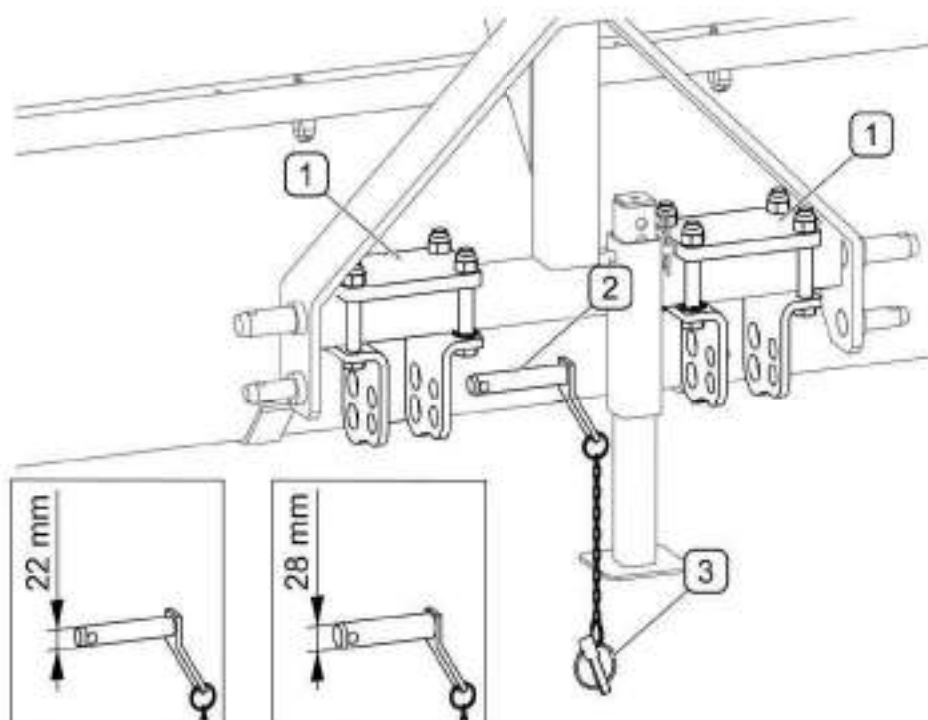

РИСУНОК 4.2А Точки подвески категории I (узкой) с применением подвижных цапф (орсја)
(1)- подвижные цапфы; (2)- шкворень; (3)- страховочная чека
Опционально на раме системы подвески можно закрепить подвижные цапфы (1) и шкворни (РИСУНОК 4.2А). В подвижных цапфах рекомендуется использовать шкворни, соответствующие отверстию в тягово-сцепных устройствах трехточечной системы навески трактора.